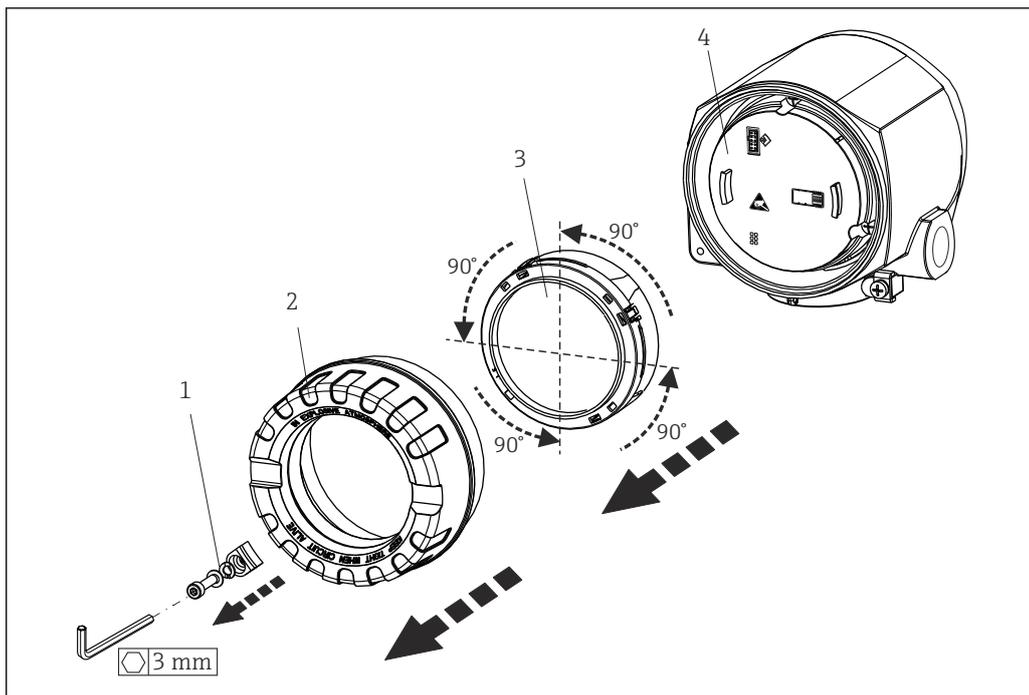

図3 4xディスプレイの取付位置、90°単位で脱着可能
1. カバークランプを取り外します。→ 図 3, 図 13
2. 端子接続部のハウジングカバーと O リングを外します → 図 3, 図 13。端子部は電子モジュールの反対側にあります。